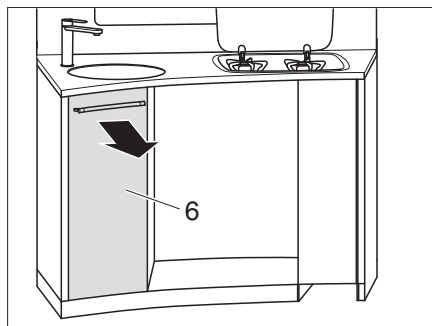

Fig. 122 Retirer le tiroir de cuisine haut
- Retirer le tiroir de cuisine haut (Fig. 122,6).